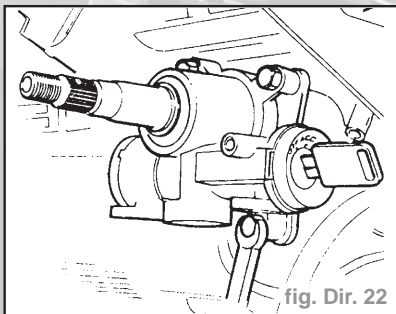

fig. Dir. 22
- Serrer les vis à fond de sorte que la serrure reste en position (fig. Dir. 22).